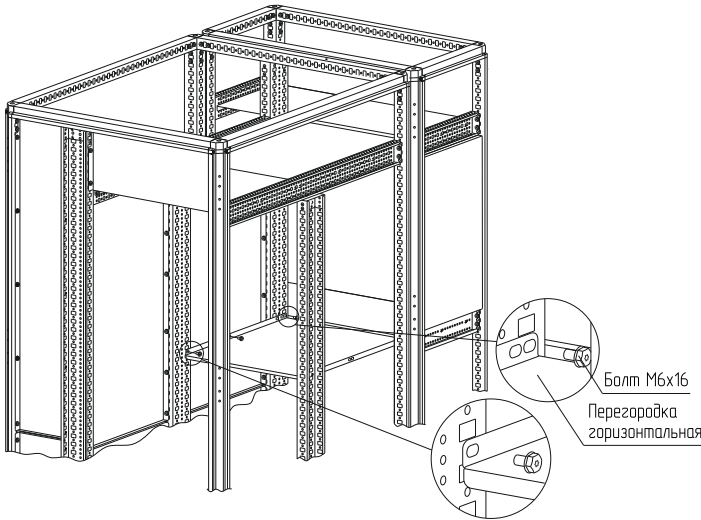

Рисунок 60
– вариант 3. Для этого закрепите стойки дополнительные на нужной глубине каркаса и закрепите перегородку на нужной высоте болтами М6х16 (рисунок 60). Стойки и болты в комплект не входят.